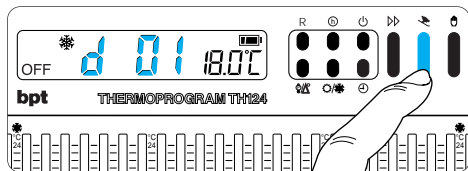

Fig. 43
**13.5** - Premere due volte il pulsante 🖐 (fig. 43).